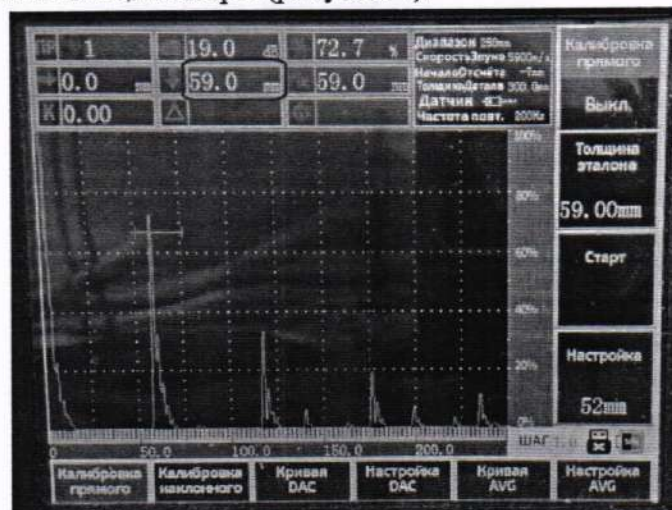

Рисунок 4
10.1.2.5 В индикаторе № 5 области отображения указывается, определяемое дефектоскопом, значение толщины меры (рисунок 4).